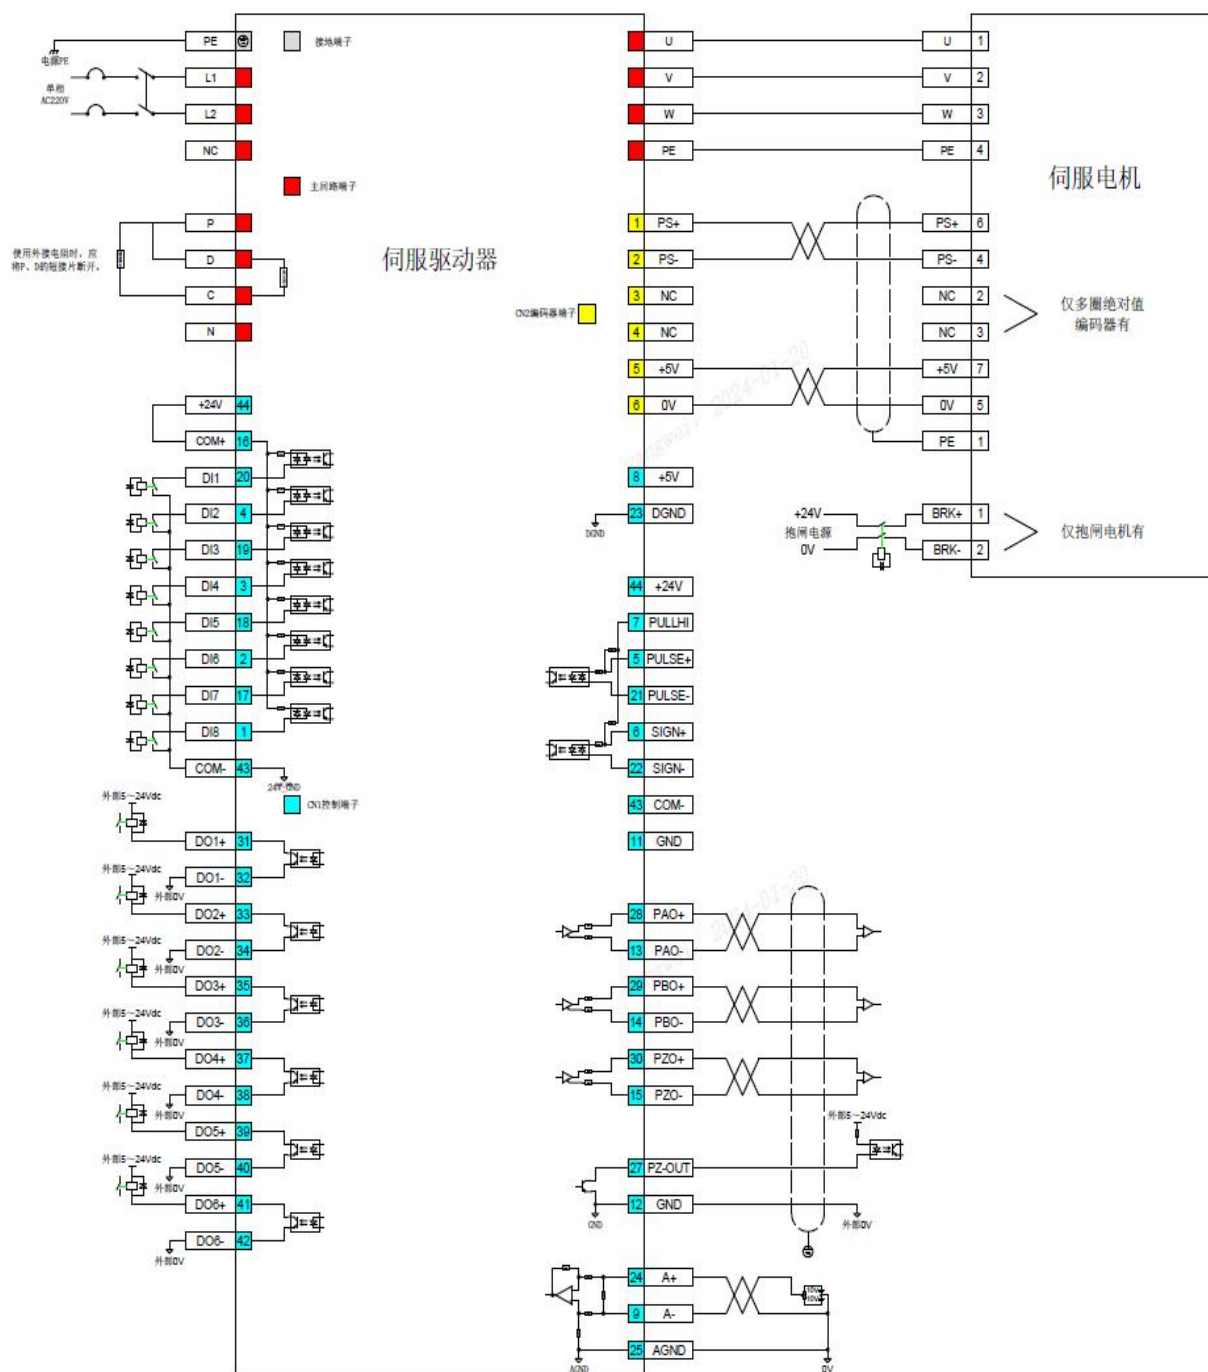

图 38 速度模式接线图
- 3) 参考图 38 配线说明连接 CN1 端子中的所需的 DI/DO 信号，如伺服使能，报警清除，定位完成信号等。